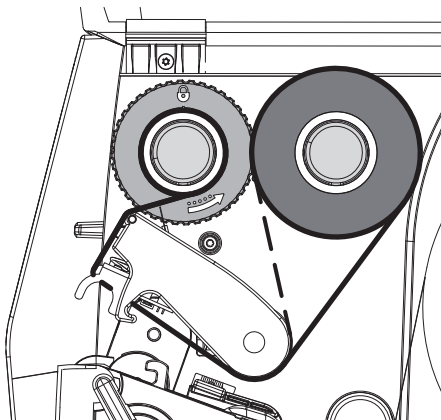

Figure 13 Défilement du ruban transfert
5. Adapter la position du flasque de positionnement du ré-enrouleur à la largeur du mandrin (4) et positionner le mandrin carton sur le ré-enrouleur (2).
6. Guider le ruban transfert à travers le mécanisme d'impression comme décrit sur la Figure 13.
► Passer le ruban transfert au dessus de la cellule de détection d'étiquettes (6).
7. Fixer le début de ruban transfert avec une bande adhésive au milieu du mandrin (4). Respecter le sens de rotation de l'enrouleur, à l'inverse des aiguilles d'une montre.
8. Tourner le ré-enrouleur (2) dans le sens inverse des aiguilles d'une montre pour lisser le ruban transfert.